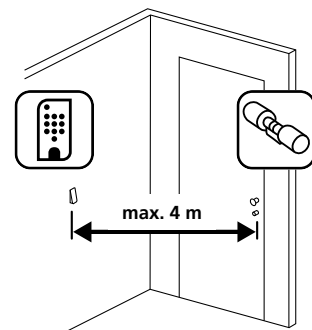

Fig. 1
- 1 Tenere il tastierino nella posizione di montaggio desiderata (Fig. 1).
- 1 Praticare tre fori secondo le dimensioni indicate nell'illustrazione. Utilizzare una punta di 6 mm di diametro (Fig. 1).